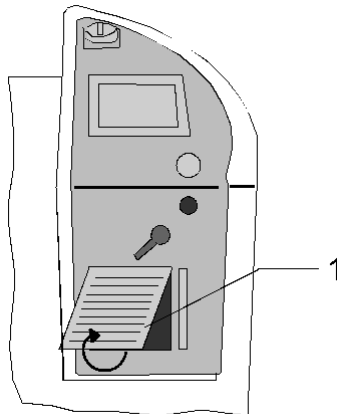

Fig 2-7: Retirer le cache (1)
- Retirez le cache du filtre → Fig 2-7 (page 12)
- A l'aide de la main droite, appuyez contre la surface arrondie supérieure (1) et, simultanément, tirez le bord inférieur (2) en avant à l'aide de la main gauche.
Le filtre est situé derrière le cache. Pour retirer le cache, saisissez son bord inférieur et tirez-le vers l'extérieur → Fig 2-7 .